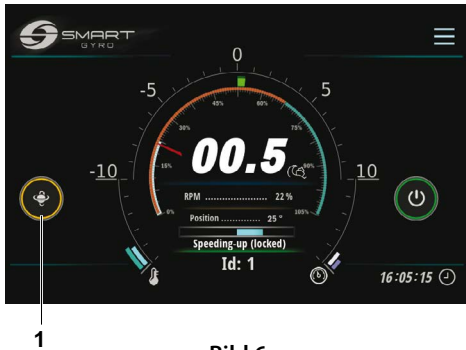

Bild 6
6. Under accelerationen av skovelhjulet så länge som hastigheten kvarstår under 55 % av max-hastigheten, är förtryck inte tillåtet och ringen runt förtrycksikonen (bild 6, (1)) är gul.